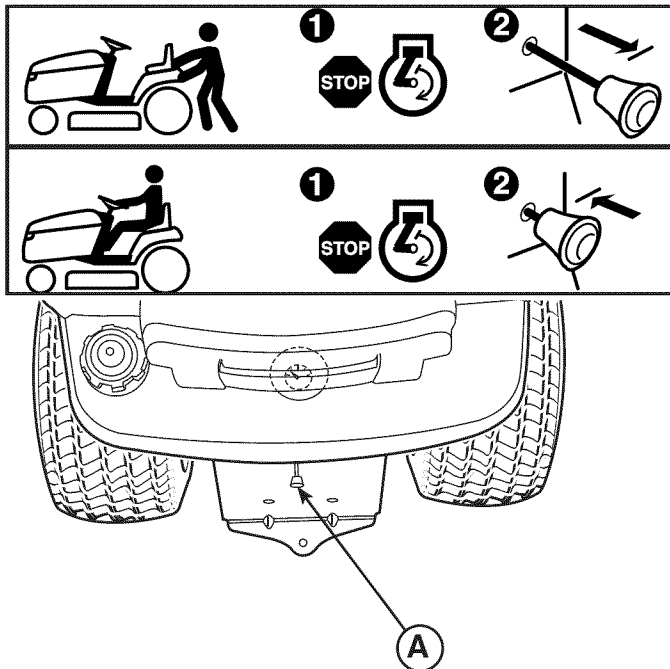

FIGURA 6
2. Levante la palanca 6 cm (2-3/8 pulg.) aproximadamente para liberar la transmisión (A, véase Figura 6).